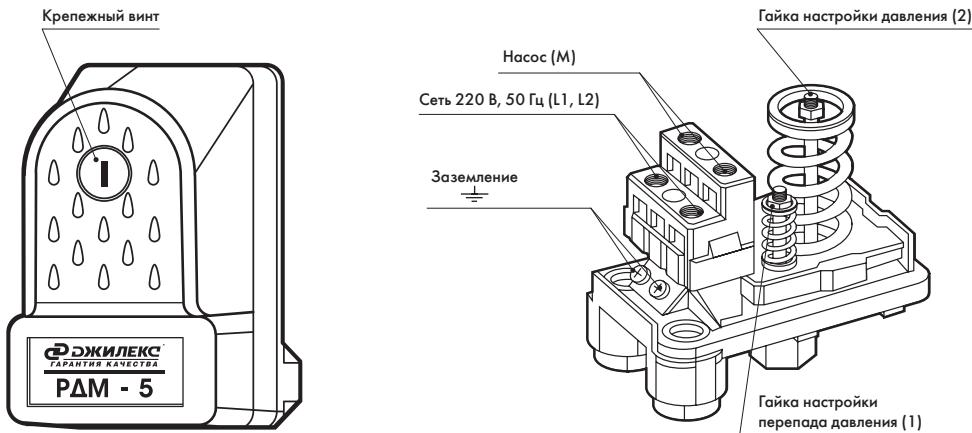

Рисунок 3
- отвинтив крепежный пластмассовый винт (рисунок 3), снять крышку реле.
Регулировка верхнего и нижнего предела давления РДМ-5 осуществляется гайкой (2), фиксирующей положение пружины (рисунок 3). Чтобы увеличить значение верхнего и нижнего предела давления, необходимо закручивать гайку по часовой стрелке.
**ВНИМАНИЕ!** При вращении гайки (2) значения верхнего и нижнего предела будут изменяться на одинаковую величину.
Гайка (1) предназначена для регулировки перепада давления путем изменения нижнего предела (рисунок 3). Чтобы уменьшить перепад давления, необходимо отвернуть гайку против часовой стрелки, тем самым ослабив пружину. Чтобы увеличить перепад давления, необходимо закручивать гайку по часовой стрелке.